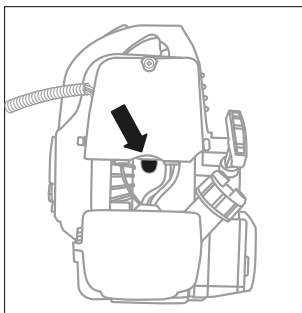

рис. 9
3. Пять-семь раз нажмите на прозрачный колпачок ручной подкачки топлива (праймер), расположенный между воздушным фильтром и топливным баком, для заполнения карбюратора топливной смесью (рис. 9). При этом сквозь прозрачный колпачок кнопки должна просматриваться подкачиваемая топливная смесь. Если топливная смесь не заполнила колпачок, нажмите на праймер еще несколько раз.